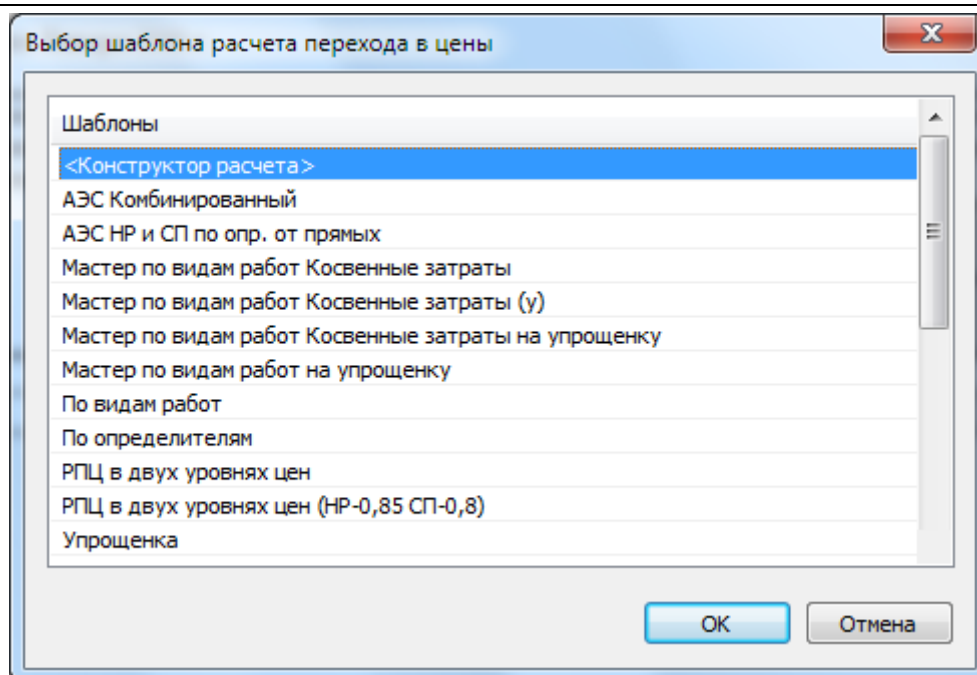

Рис. 4.43 Диалоговое окно Выбор шаблона расчета перехода в цены
4. В открывшемся диалоговом окне *Выбор шаблона расчета перехода в цены* (рис. 4.43) выбрать из списка нужный шаблон расчета и нажать на кнопку ОК.